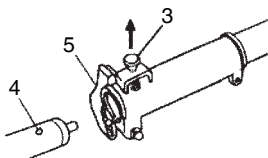

Fig. 2
2. Assurez-vous que la cheville de blocage (3) pénètre bien dans l'orifice de blocage (4) du tube et que le tube ne se détache pas. (Fig. 2)
3. Serrez fermement l'écrou de blocage (5). (Fig. 2)